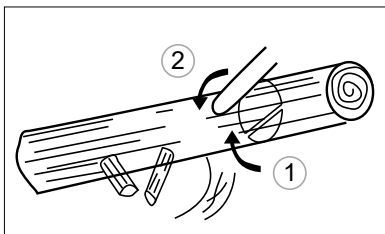

Рис. 21
2. В случаите, когато стволът опира до опората в единия край, първо направете срез отдолу до 1/3 от диаметъра на ствола, за да избегнете разцепване. След това завършете среза отгоре, така че да съвпада с първия разрез, като избягвате заклиняване на шината (рис. 21).